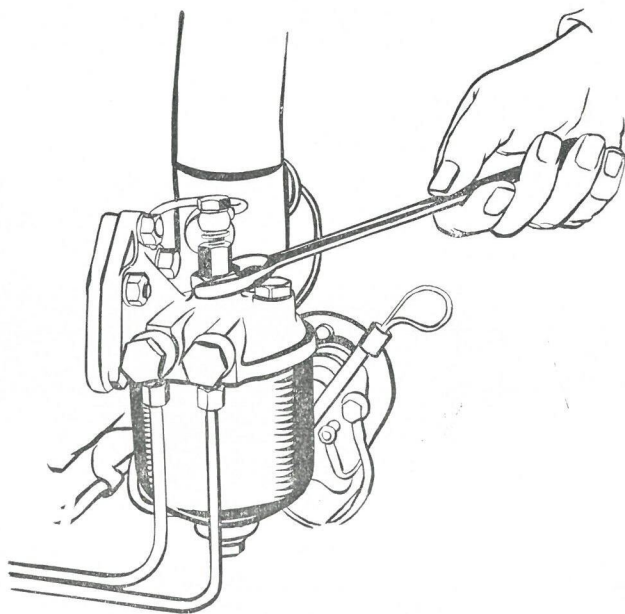

Fig. 5
2. Dévisser le grand écrou situé au centre du couvercle (voir Fig. 5).